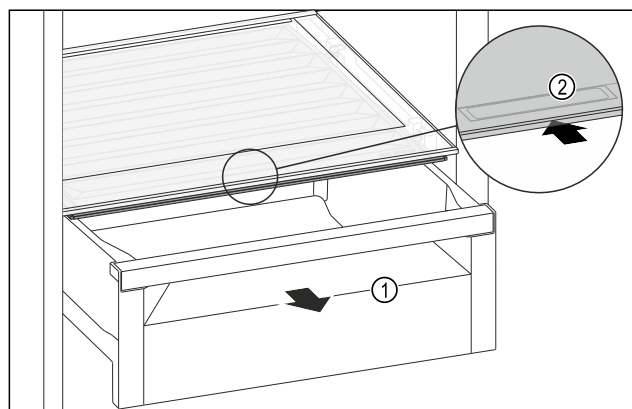

Fig. 125
- ▶ Vytiahnite zásuvku Fig. 125 (1).
- ▶ Uchopte priehľbinu na rukoväť Fig. 125 (2) na veko zásuvky a súčasne tlačte veko zásuvky dozadu.